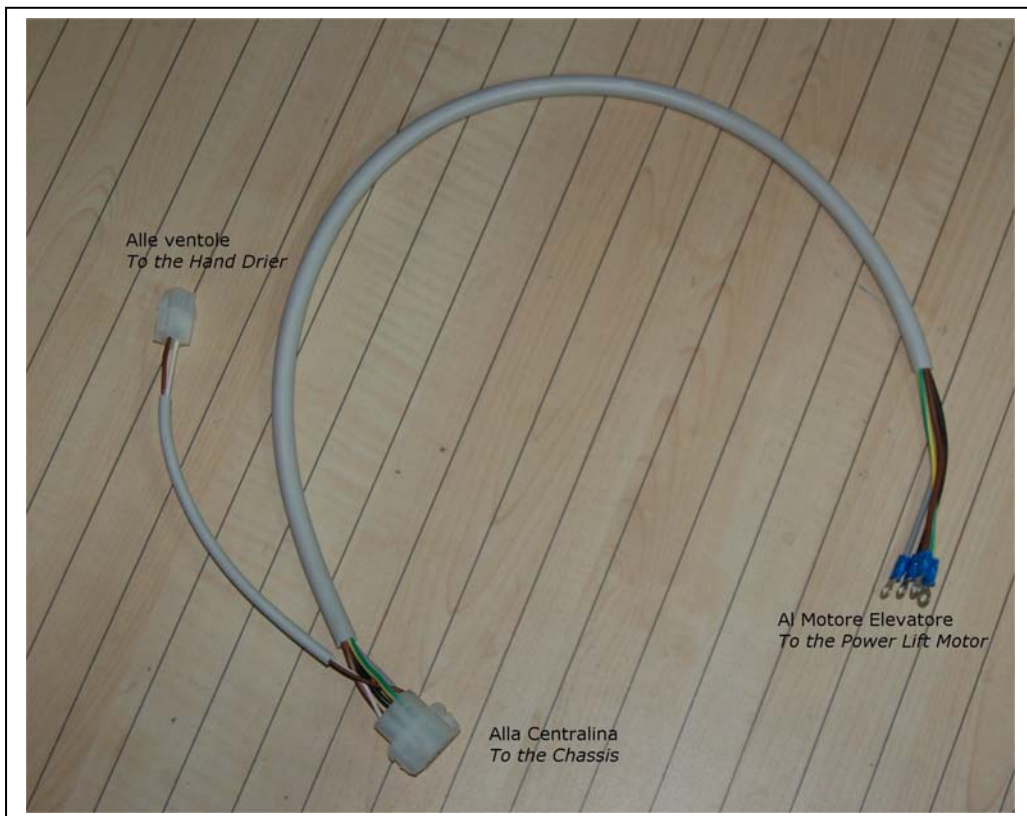
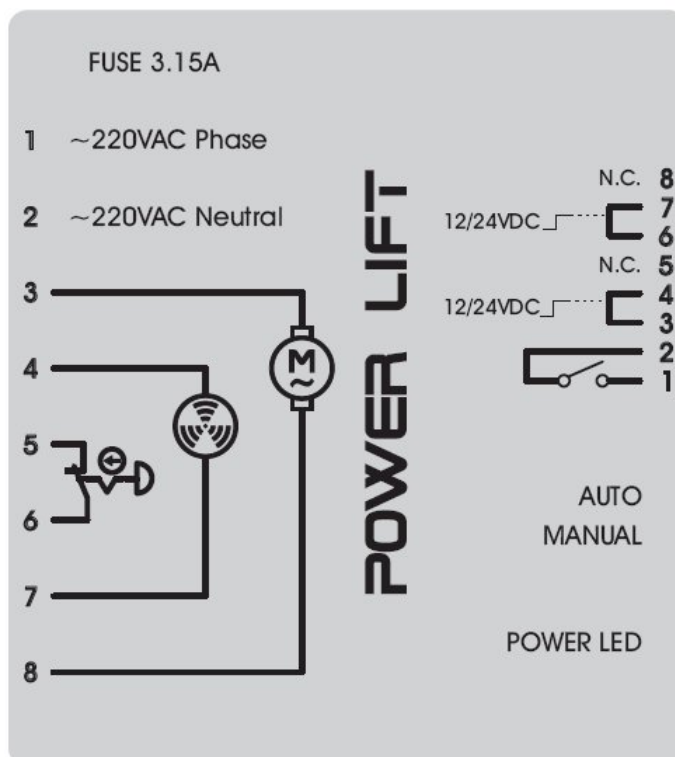

Fig. 5
Fig. 6
Se connesso a Macchine SWITCH ST-1, la centralina fornisce l'alimentazione 220 v monofase direttamente, tramite il cavo (vedi fig. 5) alla ventola; se connesso ad altre macchine occorre portare una fonte di alimentazione alla scatola (vedi fig. 6)
If connected to SWITCH ST-1 Pinspotters, the Chassis provides 220 (110) v single Ph directly trough a Cable (see Fig. 5) to the hand drier, if associated to other machines a 220 (110) v power source must provide power to the electrical box (see Fig. 6)